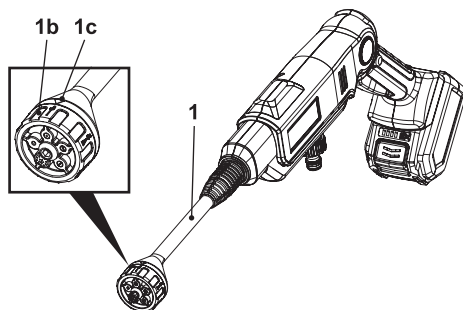

Rys. 2
1. Docisnąć lancę 5 w 1 (1) do pistoletu zraszającego (2) (rys. 2, krok 1) i obrócić w lewo (krok 2), aby ją odblokować i zdjąć (krok 3).